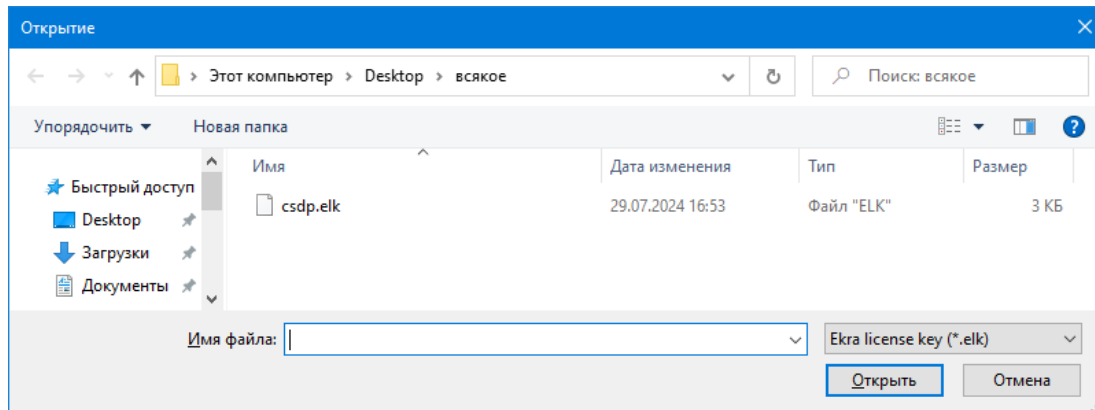

Рисунок 4.6
- 2) в открывшемся окне указать присланный файл активации (см. рисунок 4.6);